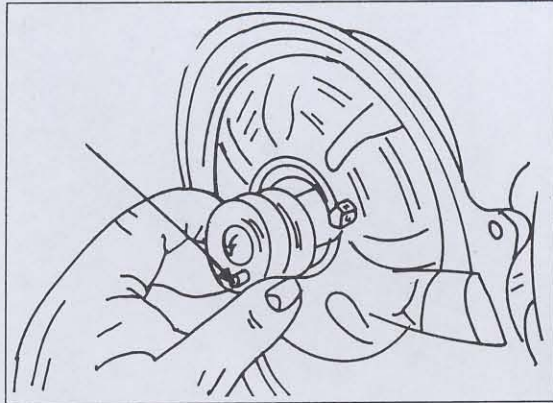

Bild 55
- Die Aussenseite des Distanzstücks der Nockenwelle mit Motoröl einschmieren und das Abstandsstück auf die Nockenwelle schieben, wie es Bild 55 zeigt. Zu beachten ist, dass der Passstift (Pfeilstelle) sich an der Aussenseite des Distanzstücks befinden muss.